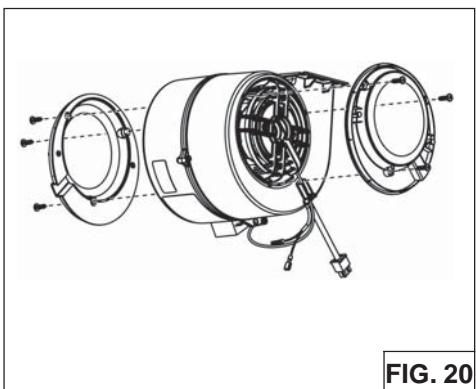

FIG. 20
2. Utilizando tornillos No. 6 x 1/2" instale un soporte de filtro en cada lado (proporcionados) en el extractor interno (Fig. 20).